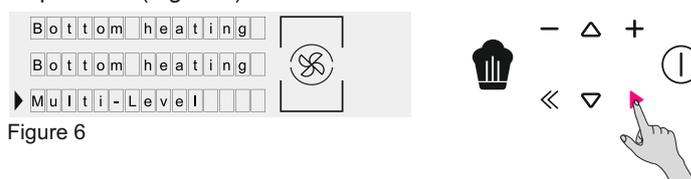

Figure 6
- Sélectionnez un mode de cuisson en appuyant sur OK lorsque la flèche est sur la fonction souhaitée. Appuyez sur la flèche des OPTIONS du menu déroulant pour consulter toutes les fonctions disponibles. (Figure 6)